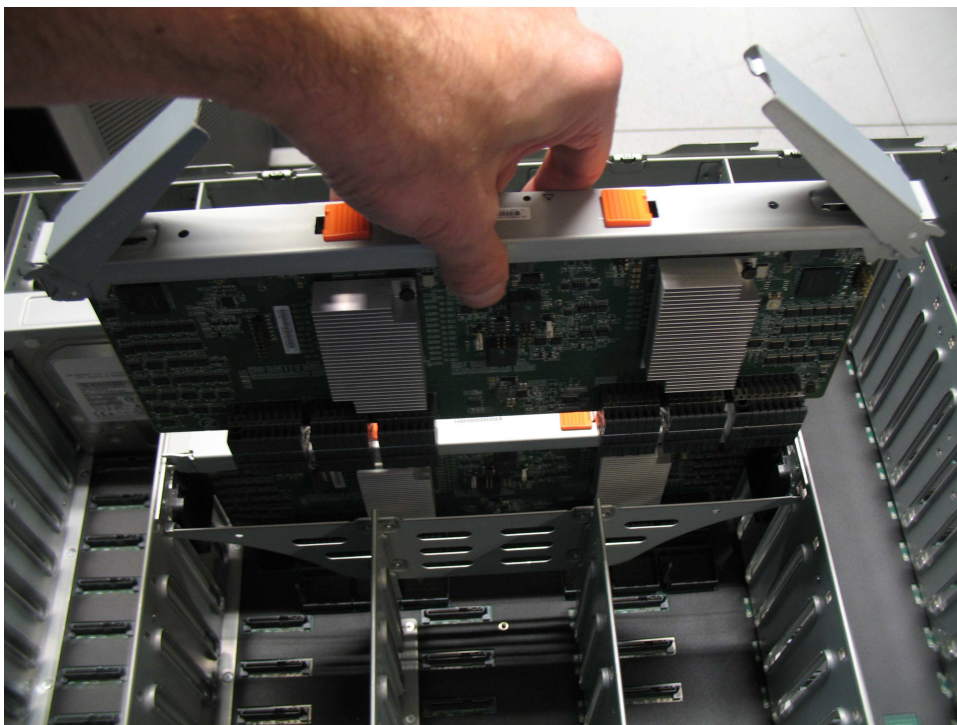

Figure 79. Remplacement du module d'extension secondaire
- 4. Alignez soigneusement les bords du module d'extension secondaire dans l'emplacement de guidage du boîtier, comme indiqué dans la figure 79, à la page 89.